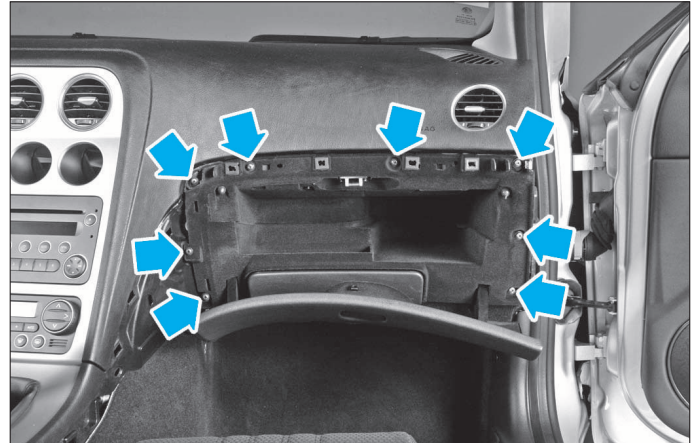

FIG. 11
- Ouvrir le couvercle, déposer les 8 vis de fixation de la boîte à gants, l'extraire partiellement de son logement afin de débrancher l'éclaireur avant de la déposer (Fig.11).